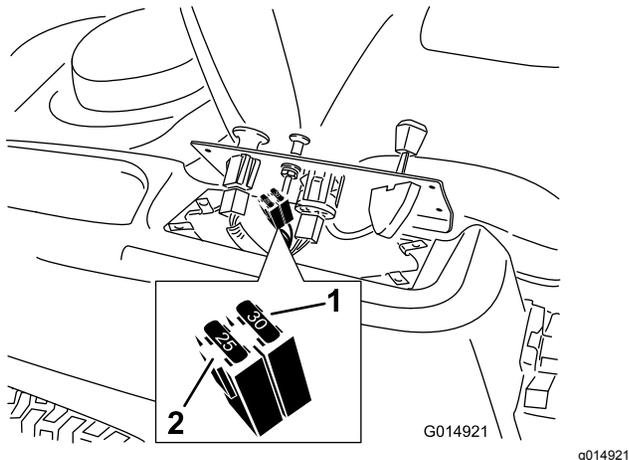

Figura 41
2. Levante el panel de control para tener acceso al arnés de cables principal y al bloque de fusibles (Figura 41).
3. Para cambiar un fusible, tire del fusible para retirarlo (Figura 41).
2. Localice el eje del freno eléctrico al que están conectados los brazos de enganche de los frenos (Figura 41).